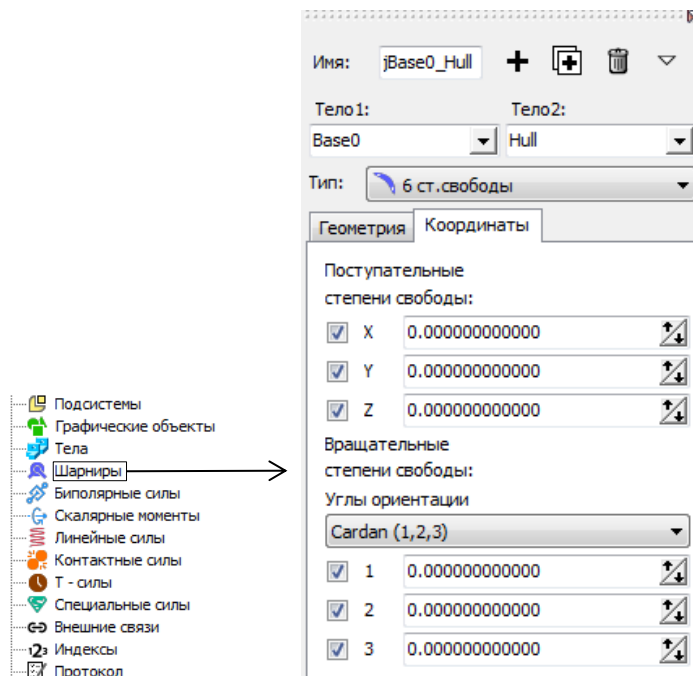

Рис. 2.28. Добавление шарнира для корпуса
- выберите элемент **Шарниры** в списке элементов модели, рис. 2.28;